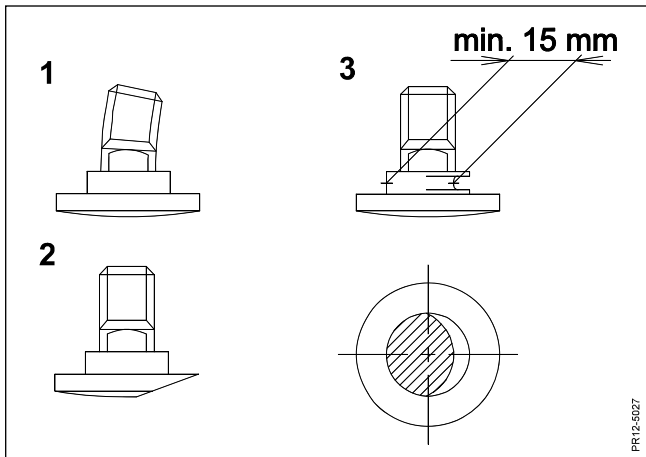

Fig. 5-7
- Fig. 5-7** Knivbolte skal udskiftes hvis: